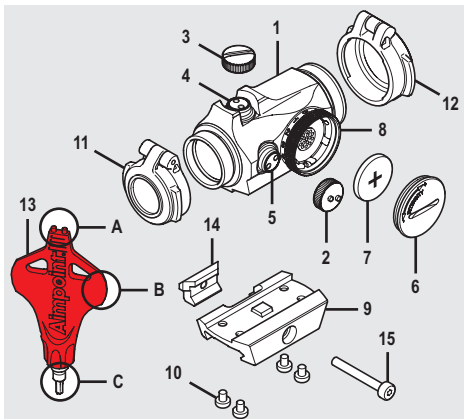

Abb. 1
- a Batteriedeckel (6) mit Werkzeug (13B) entfernen.
- b Die Batterie (7) mit der Plusseite (+) zum Batteriedeckel (6) hin einsetzen wie in Abb. 1 zu sehen ist.
- c Drehen Sie den Drehschalter (8) auf Intensitätseinstellung 12 (max.) und ziehen Sie den Batteriedeckel (6) mit dem Werkzeug (13B) fest. Wenn sie einen Widerstand spüren, ziehen Sie den Batteriedeckel (6) fest, bis er sich nicht mehr weiter **festziehen** lässt.
- d Stellen Sie sicher, dass der Leuchtpunkt erscheint und dass **kein** Zwischenraum zwischen dem Batteriedeckel (6) und dem Batteriefach ist.